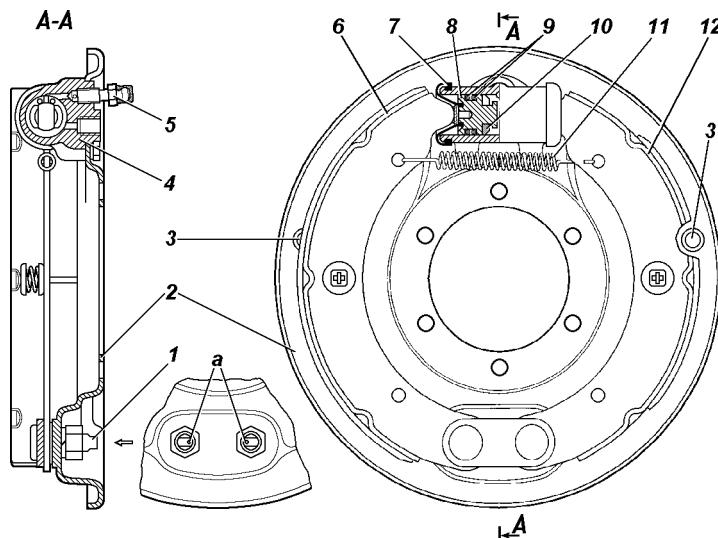

Рис. 9.31. Тормоз заднего колеса:
**Барабанные тормозные механизмы задних колес (рис.9.31).** Периодически снимайте тормозные барабаны и очищайте детали тормозов от пыли и грязи. Периодичность этой